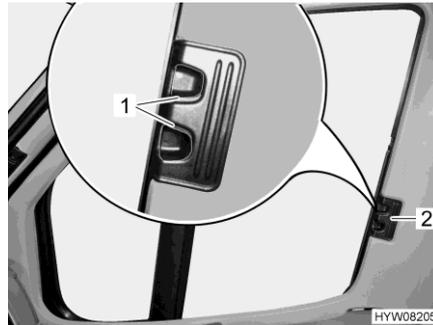

Fig. 79 Estor plegable (ventana del conductor/acompañante)
- Presionar los tiradores de desbloqueo (Fig. 79,1) y mantenerlos presionados.
- Cerrar los estores plegables para la ventana del conductor y la ventana del acompañante tirando en el tirador (Fig. 79,2) hacia el otro lado de la ventana y uniéndolos en las tiras magnéticas.
- Introducir los estores plegables para la ventana del conductor y la ventana del acompañante hasta el tope desplazando el tirador (Fig. 79,2).
- Soltar los tiradores de desbloqueo (Fig. 79,1) y dejar que engatillen.